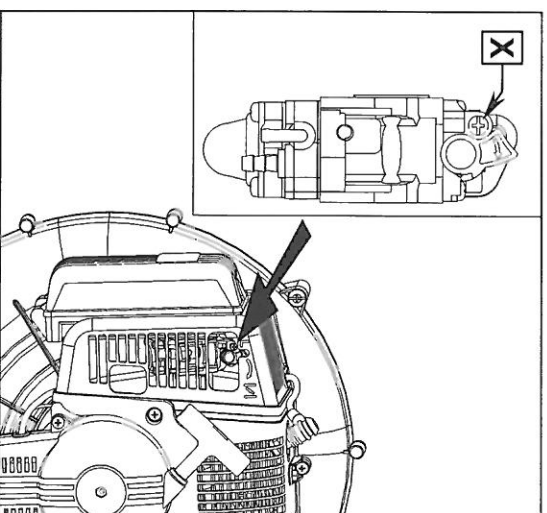

Figura 7 Regolazione del regime di rotazione al minimo
| Figura 7 Regolazione del regime di rotazione al minimo..... | 18 |
2. Agite sulla vite 'X' (Figura 7), che determina l'apertura della valvola con la leva gas al minimo, regolandola per avere un regime di rotazione di 2200 / 2300 giri/min.